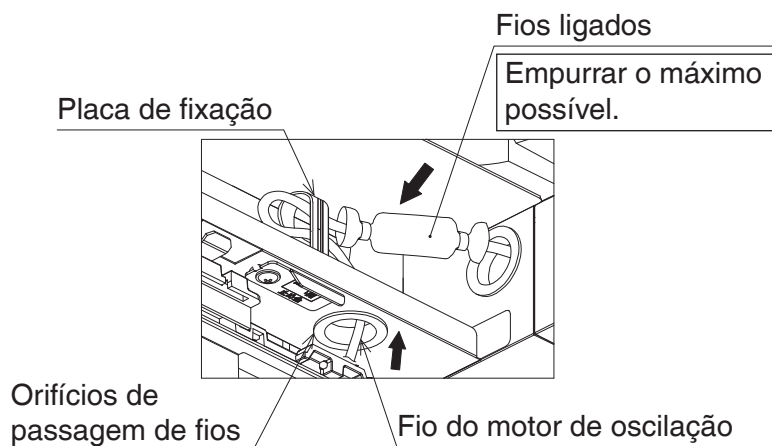

Figura 21
6. Depois de passar os fios do motor de oscilação pelo orifício de passagem dos fios (Ver **Figura 21**), passe o fio do motor de oscilação pelo tubo de vidro (grande) (4). Em seguida, ligue a cablagem (grande) (3) ao fio do motor de oscilação. (Ver **Figura 22**).
8. Empurre os fios do motor de oscilação para a posição indicada na **Figura 21** e fixe-os com uma placa de fixação. (Ver **Figura 21**).